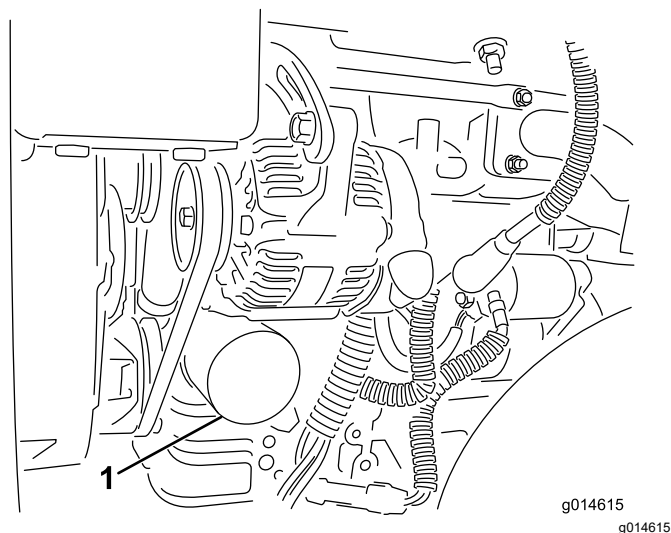

Figura 37
2. Togliete il filtro dell'olio (Figura 37). Spalmate un leggero strato di olio pulito sulla nuova guarnizione del filtro.